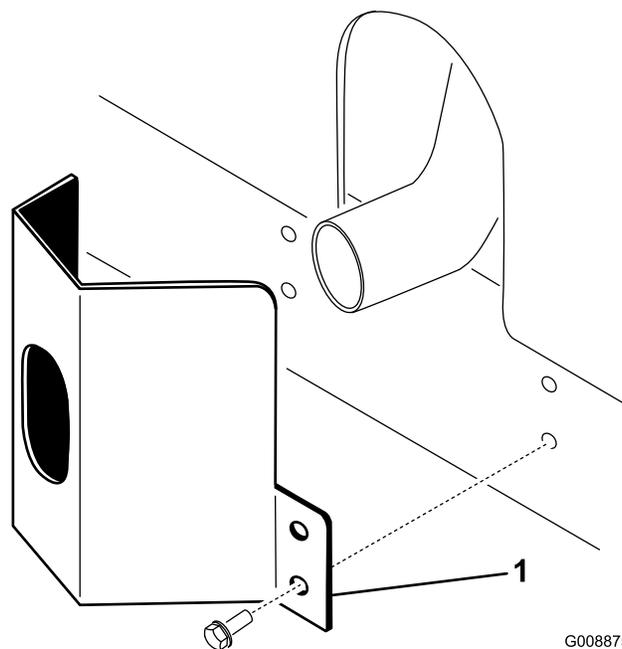

图 11
2. 用 4 个自攻螺丝将排气护罩固定到机架上 (图 11)。
1. 将排气护罩放到消声器旁边同时将安装孔与机架中的孔对齐 (图 11)。